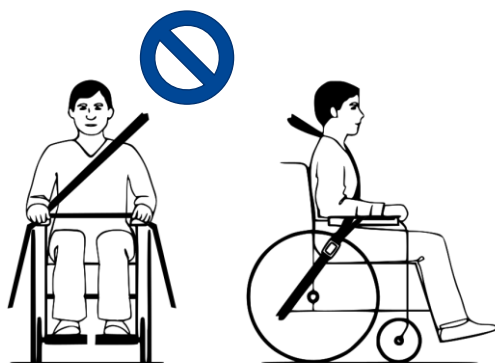

Figure 1 **Mauvaise position des retenues de la ceinture**
6. Assurez-vous que les ceintures ne sont pas tordues ou maintenues éloignées du corps comme illustré à la Figure 1.